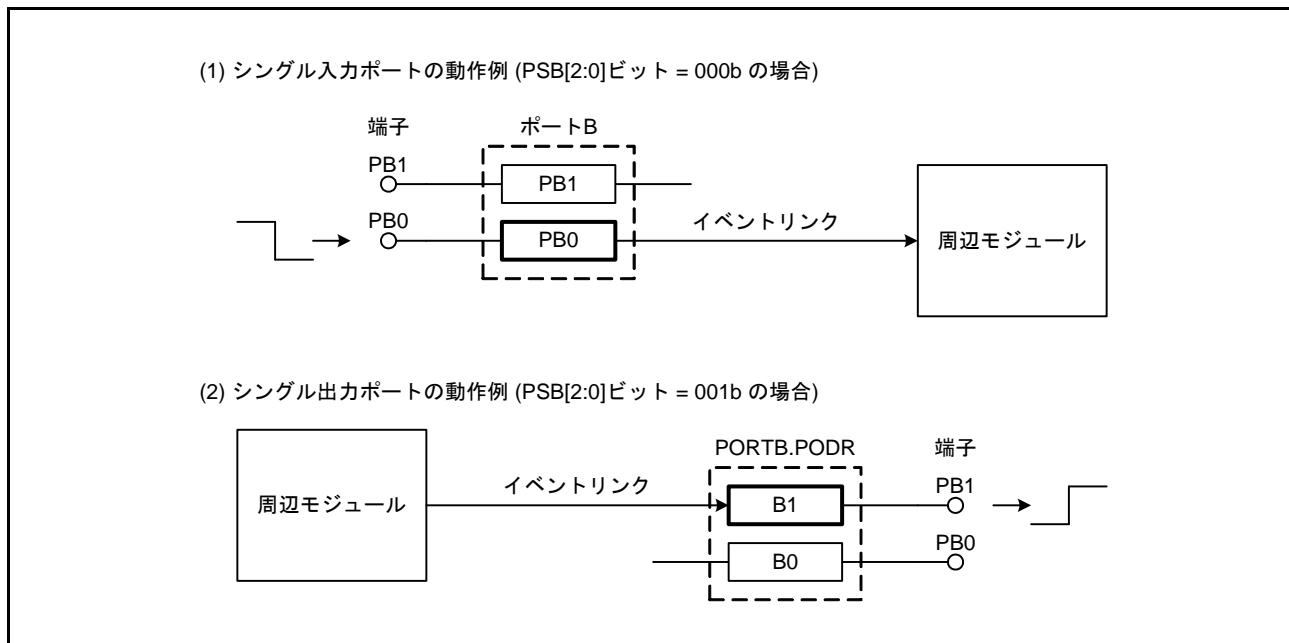

図 19.3 シングルポートのイベントリンク動作 (ポート B の場合)
入力に設定されているシングルポートは、対応する端子への入力信号が変化するとイベント信号を出力します。イベント発生条件は、PELm.PSM[1:0] ビット( $m = 0, 1$ )で設定します。図 19.3(1) にシングルポートのイベントリンク動作を示します。
ジスタの値)が PELm.PSM[1:0] ビットで指定したとおりに変化します。図 19.3 (2) にシングルポートのイベントリンク動作を示します。